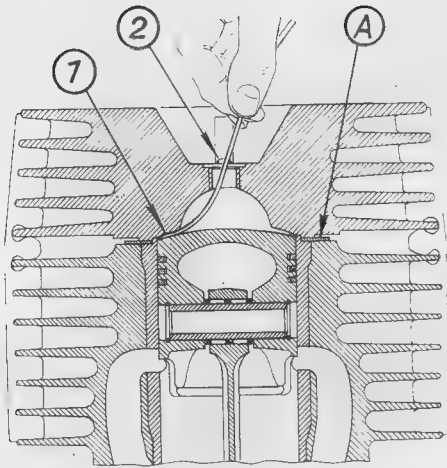

Bild 192. Ausmessen des Spaltmaßes
Das Spaltmaß (1) ist auf 0,9...1,2 mm festgelegt. Das Bild 192 zeigt die Meßmethode. Ein Bleidraht, am besten eignet sich dafür handelsüblicher Lötendraht von 2 mm Dicke, wird durch die Zündkerzenbohrung in den Brennraum eingeschoben. Der über den oberen Totpunkt hinweggedrehte Kolben drückt den Bleidraht platt. Mit einem Meßschieber oder einer Meßschraube stellt man nach dem Herausziehen des Bleidrahtes das vorhandene Spaltmaß fest.